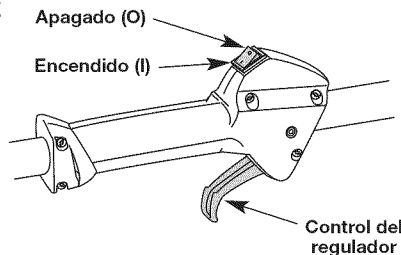

Fig. 5
**NOTA:** No hay necesidad de girar la unidad. Encendido/de parada el control (Fig. 5) está en la posición de trabajo siempre (I).
2. Coloque el control de encendido y apagado en posición de APAGADO (O) (Fig. 5).